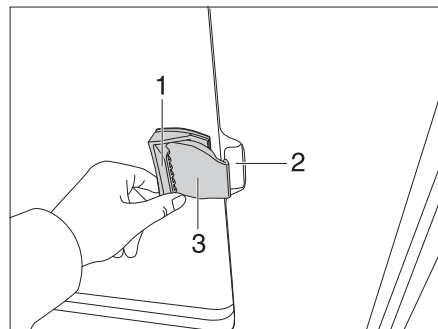

Bild 65 Skjutfönster utan lås
- Dra handtagsluckan (Bild 65,1) och skjut handtaget samtidigt framåt eller bakåt.